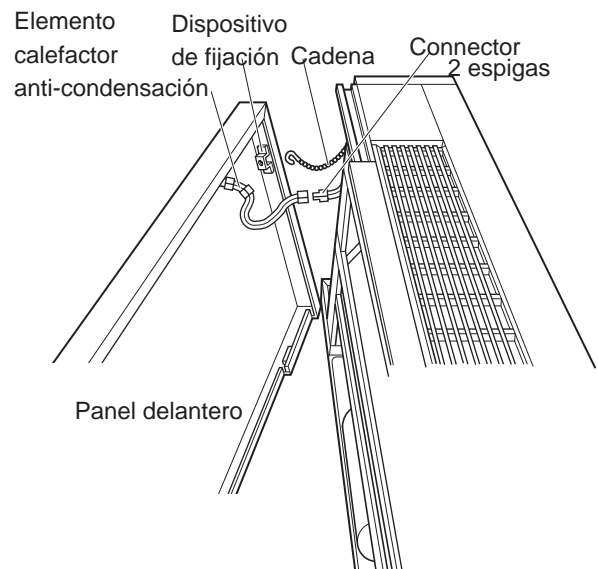

Fig. 3-110
4. Desenganche la cadena que retiene el panel delantero de la unidad. (Fig. 3-110)